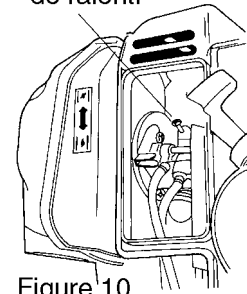

Figure 10
2. Agir sur la vis de réglage de ralenti (Fig.10) à l'aide d'un tournevis fin :